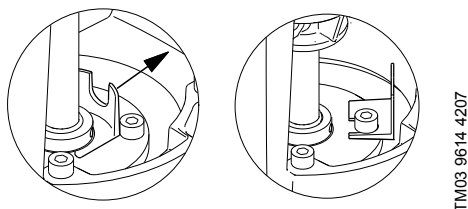

Рис. 9 Хранение регулировочной вилки
12. Снять с вала (поз. 51) регулировочную вилку (поз. Н). Повернуть её и закрепить винтом (поз. 58а). Смотри рис. 9.